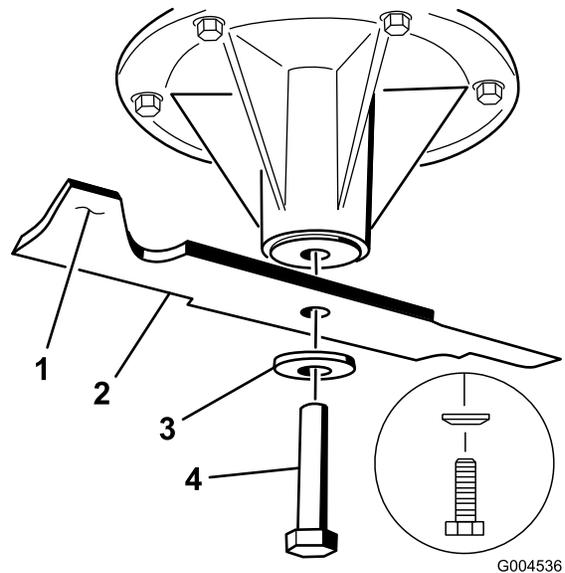

Figura 97
equilibrada, rebaje algo el metal en la parte de la vela solamente (Figura 97). Repita este procedimiento hasta que la cuchilla esté equilibrada.
1. Instale la cuchilla en el eje (Figura 97).
**Nota:** Instale la arandela elástica con el cono hacia la cabeza del perno (Figura 97). Apriete el perno de la cuchilla a 115-150 N m.